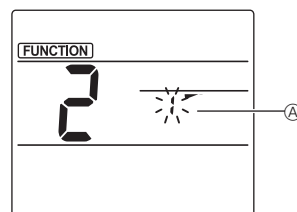

Fig. 2
- ② Luftklappennummer auswählen (Fig. 2) Drücken Sie die Tasten [↓] zum Auswählen von Luftklappennummer ② und drücken Sie dann die Taste [SET].